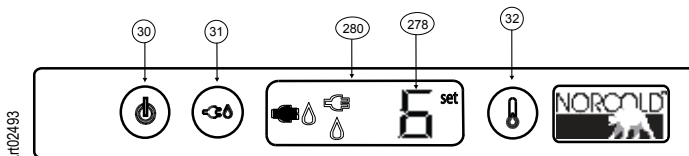

Fig. 12 - Emplacement des commandes
Appuyez et relâchez le bouton Marche/Arrêt [30] (voir fig. 12) pour mettre le réfrigérateur en marche.
Maintenez enfoncé le bouton de RÉGLAGE DE TEMPÉRATURE [32] (voir fig.12) pour faire défiler les divers niveaux de température, l'un après l'autre. Relâchez le bouton de RÉGLAGE DE TEMPÉRATURE lorsque le réglage voulu apparaît.
Il y a neuf (9) réglages de température [278] (voir fig.12).
- Le chiffre un (1) correspond à la température la plus douce.
- Le chiffre neuf (9) correspond à la température la plus froide.